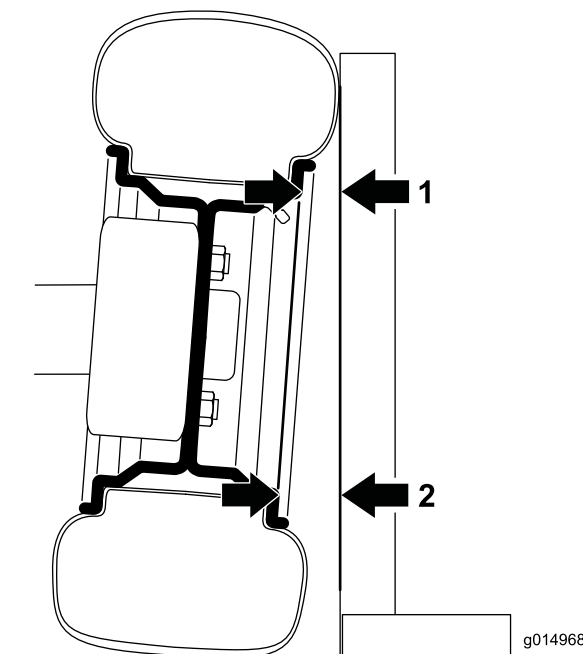

Figure 60
1. Pour vérifier le carrossage, placez une équerre à 90 degrés sur le sol, le bord vertical touchant la face du pneu (Figure 60).
2. Mesurez la distance entre la même partie de la jante sur le haut et le bas du pneu et l'équerre (Figure 60).